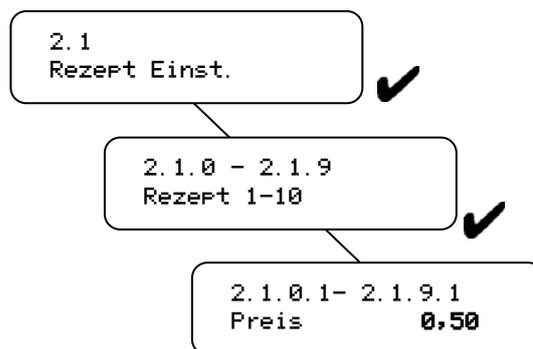

Fig. 24
- Stellen Sie einen Preis ein (Abb. 24) im Menü 2.1.0.1 bis 2.1.9.1